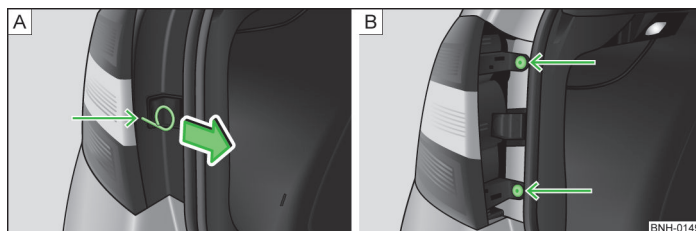

Abb. 180 Abdeckung/Leuchte ausbauen
- › Den Bügel zum Abziehen der Radvollblenden » Seite 187, *Bordwerkzeug* in die Bohrung an der mit dem Pfeil gekennzeichneten Stelle » Abb. 180 - stecken.
- › Die Abdeckung in Pfeilrichtung » Abb. 180 - abziehen.
- › Die Leuchte mit dem Schraubendreher aus dem Bordwerkzeug abschrauben » Abb. 180 - .